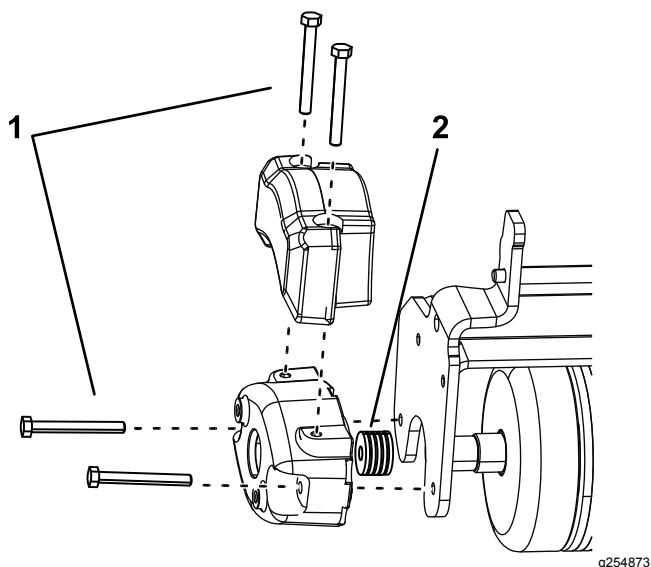

Figure 5
2. Installez 2 boulons (5/16"-18 x 23/4") comme illustré à la Figure 5.
3. Installez 4 entretoises (1/8") par boulon entre le contrepoids et la plaque latérale du rouleau triple (Figure 5).